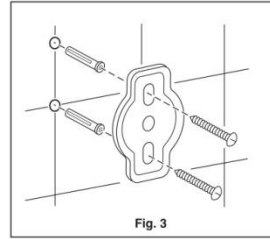

Fig. 3
Tape the required part of the template sheet on to the wall at the desired location, Fig. 1. Check the “Center-Line” on the template is level on the wall. Place the mounting plate(s), Fig. 3, vertically at the corresponding mounting location(s) along the Center-Line on the template, with the central hole of the mounting plate matching on the Center-Line. Then, mark the screw locations along the vertical line on the template, through the upper & lower holes at the mounting plate.
Coller la partie requise du modèle sur le mur à l’emplacement désiré (fig. 1). S’assurer que la ligne centrale du modèle arrive à la même hauteur sur le mur. Placer la ou les plaque(s) de montage (fig. 3) verticalement à l’emplacement correspondant le long de la ligne centrale sur le modèle pour que le trou central de la plaque de montage arrive vis-à-vis la ligne centrale. Ensuite, marquer les emplacements des vis le long de la ligne verticale sur le modèle jusqu’aux trous supérieurs et inférieurs de la plaque de montage.
Pega el parte necesario de la plantilla al pared en el lugar en que lo quieres, Fig. 1. Asegura que la plantilla es nivelada. Pon la(s) placa(s) de montar, Fig. 3, verticalmente en los lugares en la línea central de la plantilla. Marca los lugares de los tornillos sobre la línea vertical en la plantilla por los hoyos arriba y abajo en la placa de montar.
3. Push the plastic anchors provided into the holes until flush with the wall. Then, screw the mounting plates to the wall with the screws provided, Fig. 3. Do not over-tighten the screws.
3. Pousser les ancrages en plastique fournis dans les trous jusqu'à ce qu'ils soient au même niveau que le mur. Ensuite, visser les plaques de montage au mur avec les vis fournies (fig. 3). Ne pas trop serrer les vis. Remarque : des boulons populaires ou à ailettes peuvent être requis pour les murs creux. (non compris)
3. Empuje las anclas de plastic en los hoyos hasta que no sobresalen de la pared. Tornar las placas de montar al pared con los tornillos inuidos, Fig. 3. No apreta en exceso.